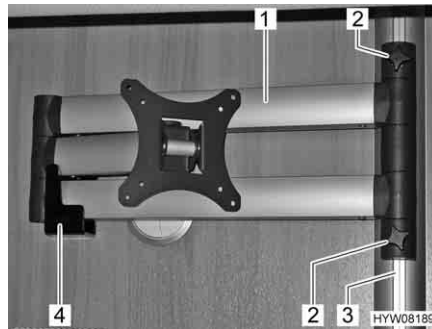

Fig. 6 Televisore (schermo piatto) sul braccio snodato
- Svitare le viti a testa cilindrica zigrinata (Fig. 6,2).
- Spingere il braccio snodato (Fig. 6,1) nella guida (Fig. 6,3) e inserirlo (Fig. 6) nel supporto (Fig. 6,4).